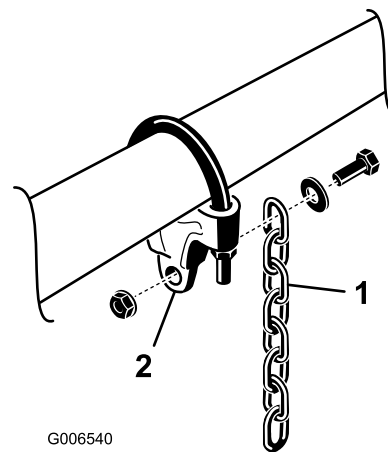

Figura 8
7. Monte uma corrente de elevação em cada suporte da corrente com um parafuso, uma anilha e uma porca, posicionando como se mostra na Figura 8.